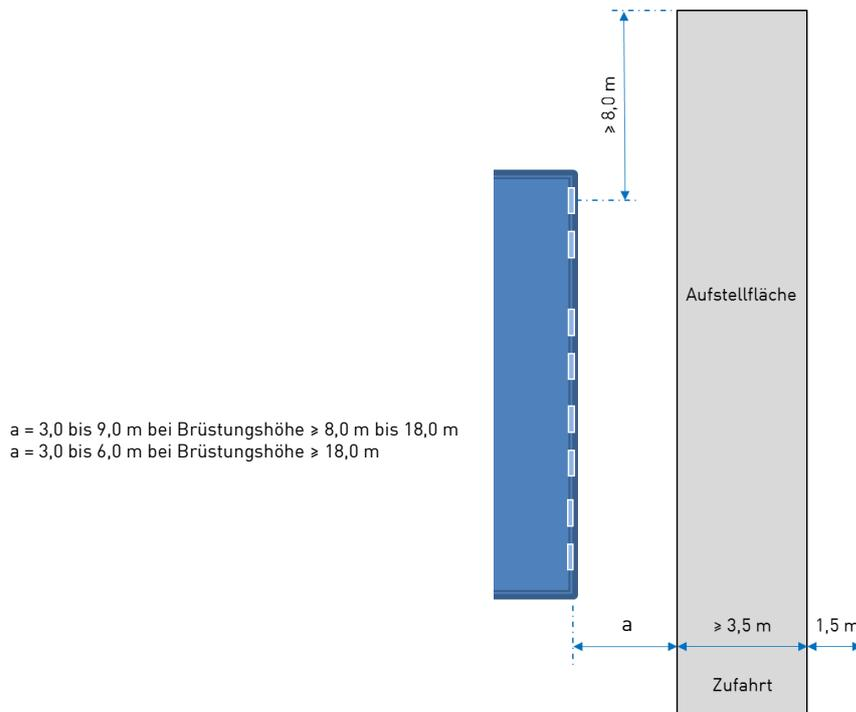

Bild 8: Aufstellflächen parallel zur Außenwand
3.6 Aufstellflächen parallel zur Außenwand (Bild 8)